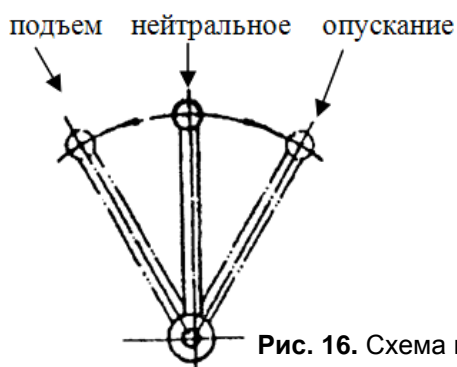

Рис. 16. Схема положений рукоятки управления
- Рукоятка управления гидравлической системой подъема фрезы (8)(См. Рис.1) имеет три положения: «подъем», «нейтральное» и «опускание» (См. Рис.16).
- Произвести смазку в соответствии с картой смазки (См. Рис. 16) и таблицей смазки.